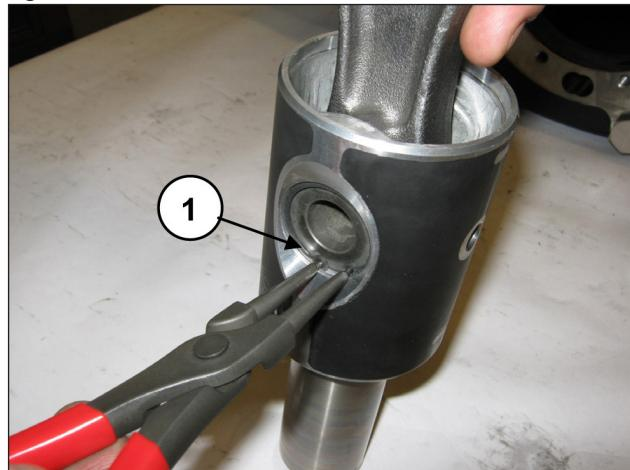
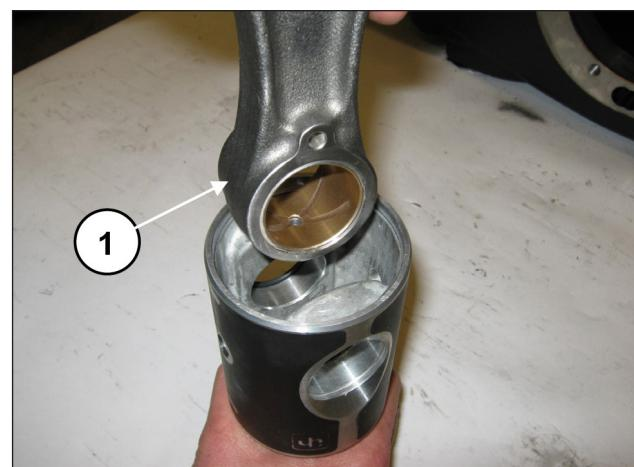

Fig. 37
Fig. 39
Remova os dois anéis elásticos de bloqueio do pino (pos. ①, Fig. 37).
Solte o pino (pos. ①, Fig. 38) e forneça a extração da haste (pos. ①, Fig. 39).
Insira a haste na guia do pistão (pos. ①, Fig. 39) e, em seguida, insira o pino (pos. ①, Fig. 38). Aplique os dois elásticos perfilados (pos. ①, Fig. 37).